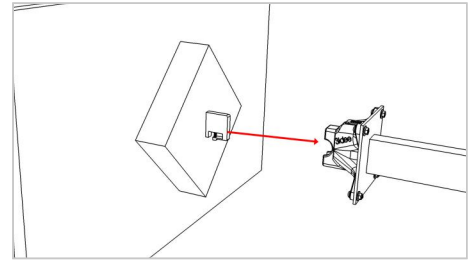

Abbildung 3
**Hinweis:** Wende, wenn nötig dabei **etwas** Druck auf! (Abbildung 3)